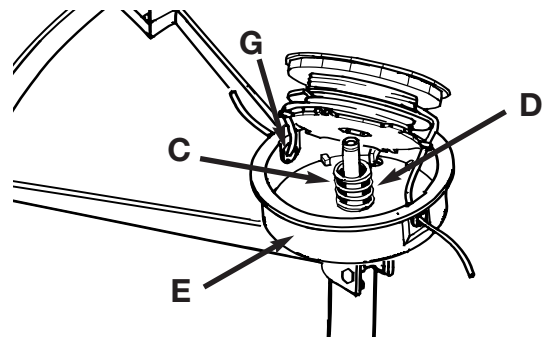

Fig. 12
7. Instalar el resorte (C) sobre el husillo (D). Insertar cada extremo de la línea a través de uno de los ojillos (G) de la caja (E) (Figure 12).